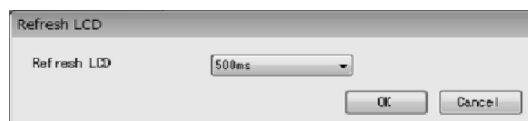

図79
① メニューの「Setup(S)」>「LCD」>「Refresh LCD」をクリックします。
② 次のウィンドウ(図79)が表示されます。ここではLCDに表示する計測値の表示更新周期を設定します。